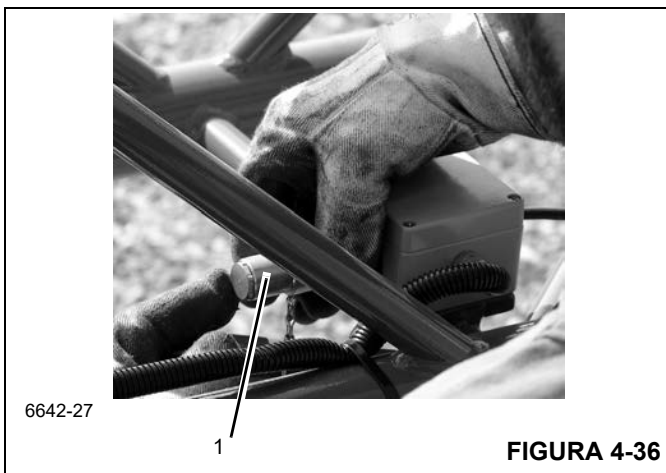

FIGURA 4-36
7. Conecte el conector del RCL (1, Figura 4-36) a la caja de empalmes del RCL. El cable está almacenado en la sección de 23 pies (7 m).